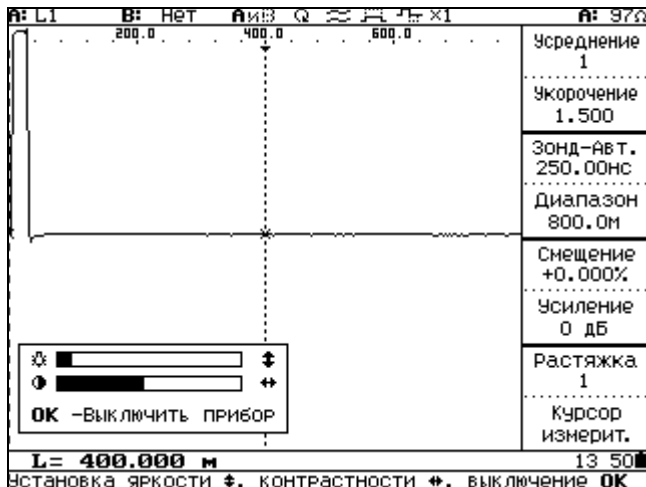

Рисунок 6.5
6.3.5 Выключение прибора, изменение яркости и контрастности отображения выбирается нажатием кнопки , . В левом нижнем углу появится меню (рисунок 6.5).